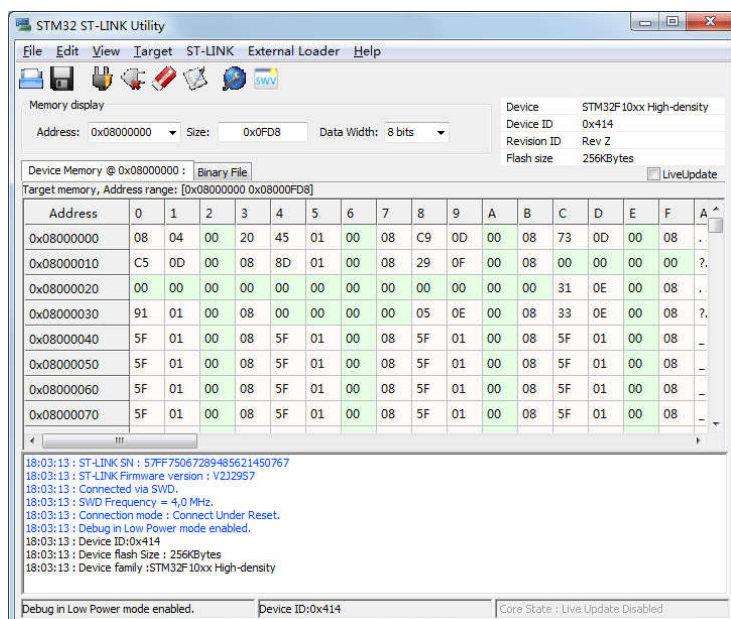

图 4.1-2 读出数据
- 4) 在 “Address” 及 “Size” 中分别输入要读取的数据的起始地址以及数据长度, 敲击回车键后便可以从芯片中读出数据, 如图 4.1-2 所示;